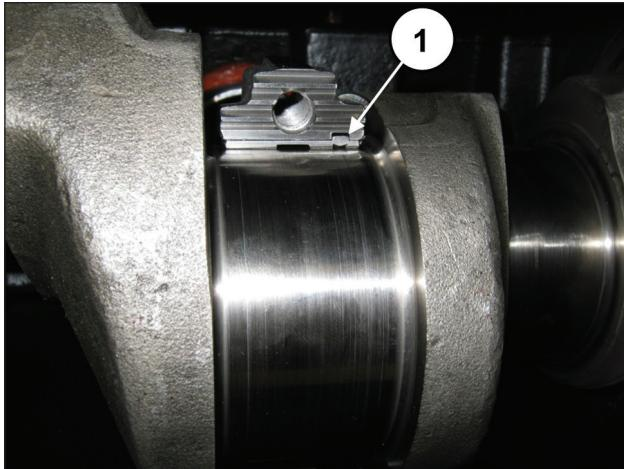

图 68
为正确安装半轴承 · 应确保半轴承的基准平键定位在半连杆的专用底座中 (① · 图 68)。